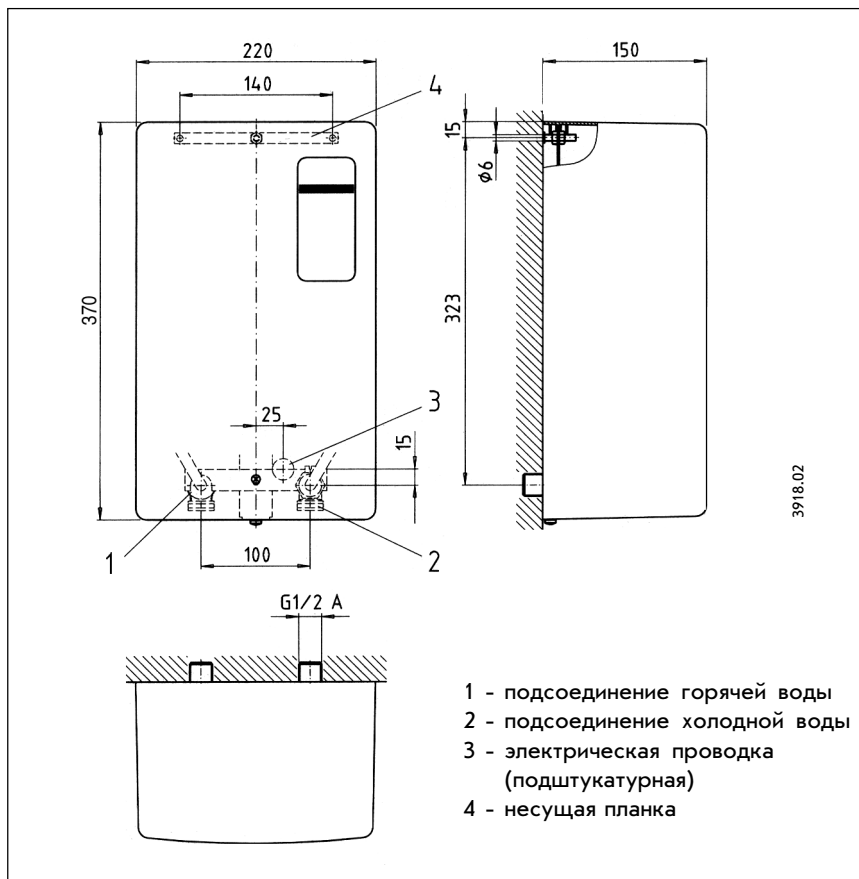

Рис. 2
Прибор типа DNA следует устанавливать в вертикальном положении (согласно рис.2), как можно ближе к водозаборным точкам.
- разъединить несущую планку (поз.4, рис.2) - основательно промыть линию холодной воды.
- закрепить согласно рис.2 несущую планку, для привинчивания использовать деревянные дюбели 4,5 x 35 мм.